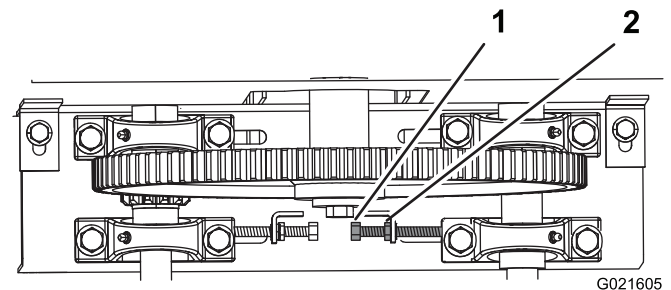

Figura 43
**Nota:** Para deslizar los portacojinetes a la izquierda, es necesario aflojar la contratuercas y el perno tensor (Figura 43). Para deslizar los portacojinetes a la derecha, es necesario aflojar las tuercas y los pernos de montaje del motor (Figura 35).